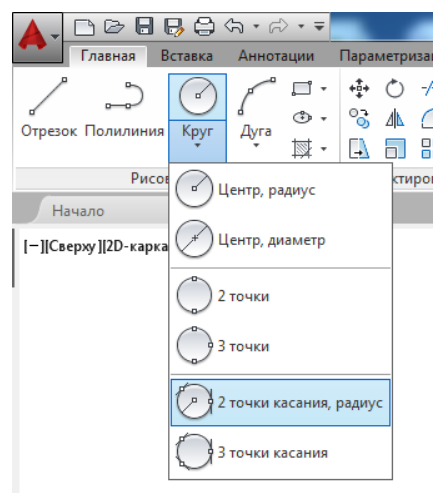

Рис. 2.9
- У меню, що відкрилося, вибрати опцію *2 точки касання, радіус* (рис. 2.9).